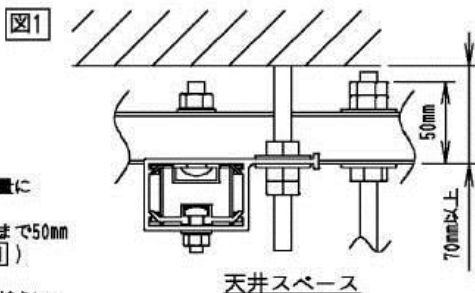

図2
- 吊金具ナット(4カ所 図2)と短手ステーナット(4カ所 図3)を緩めてください。